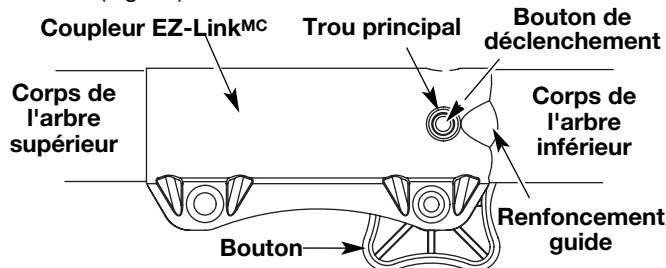

Fig. 21
3. Tenez fermement l'accessoire et enfoncez-le tout droit dans le coupleur EZ-Link^{MC} (Fig. 21).
3. Appuyez sur le bouton de déclenchement et maintenez-le enfoncé (Fig. 21).